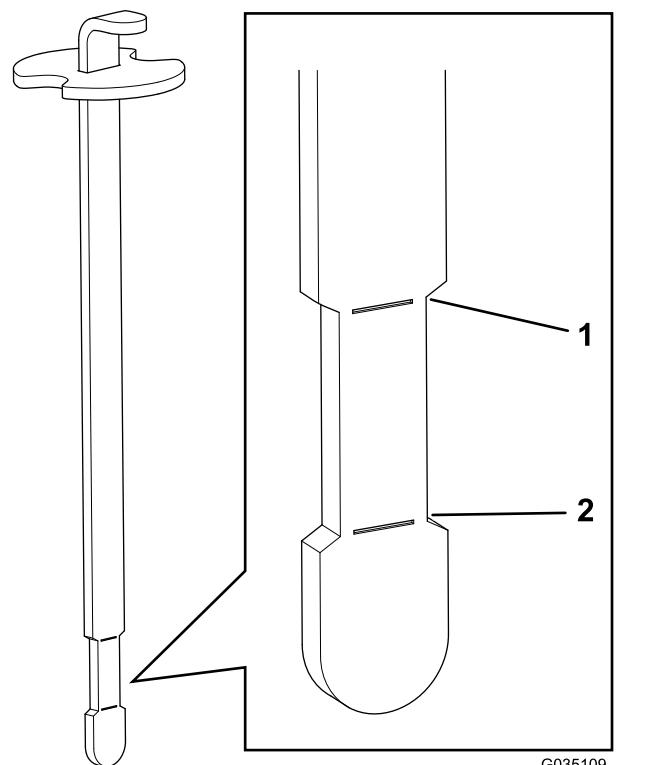

図 43
6. もう一度首に差し込んで引き抜き、オイルの量を点検する図 43。